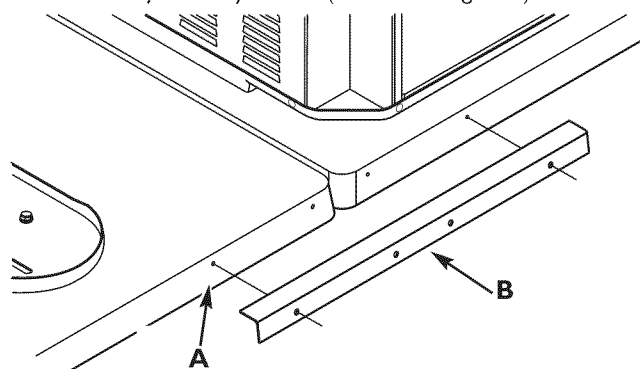

Figura 2 - Orificios del soporte de montaje y del perfil en L
Confirme que los orificios perforados en ambos soportes de montaje son adyacentes (consulte la Figura 2).
2. Coloque un perfil en L de 50 cm (20 pulgadas) para unir los soportes de montaje. Alinee los orificios del perfil con los de los soportes, como se muestra en la Figura 2.